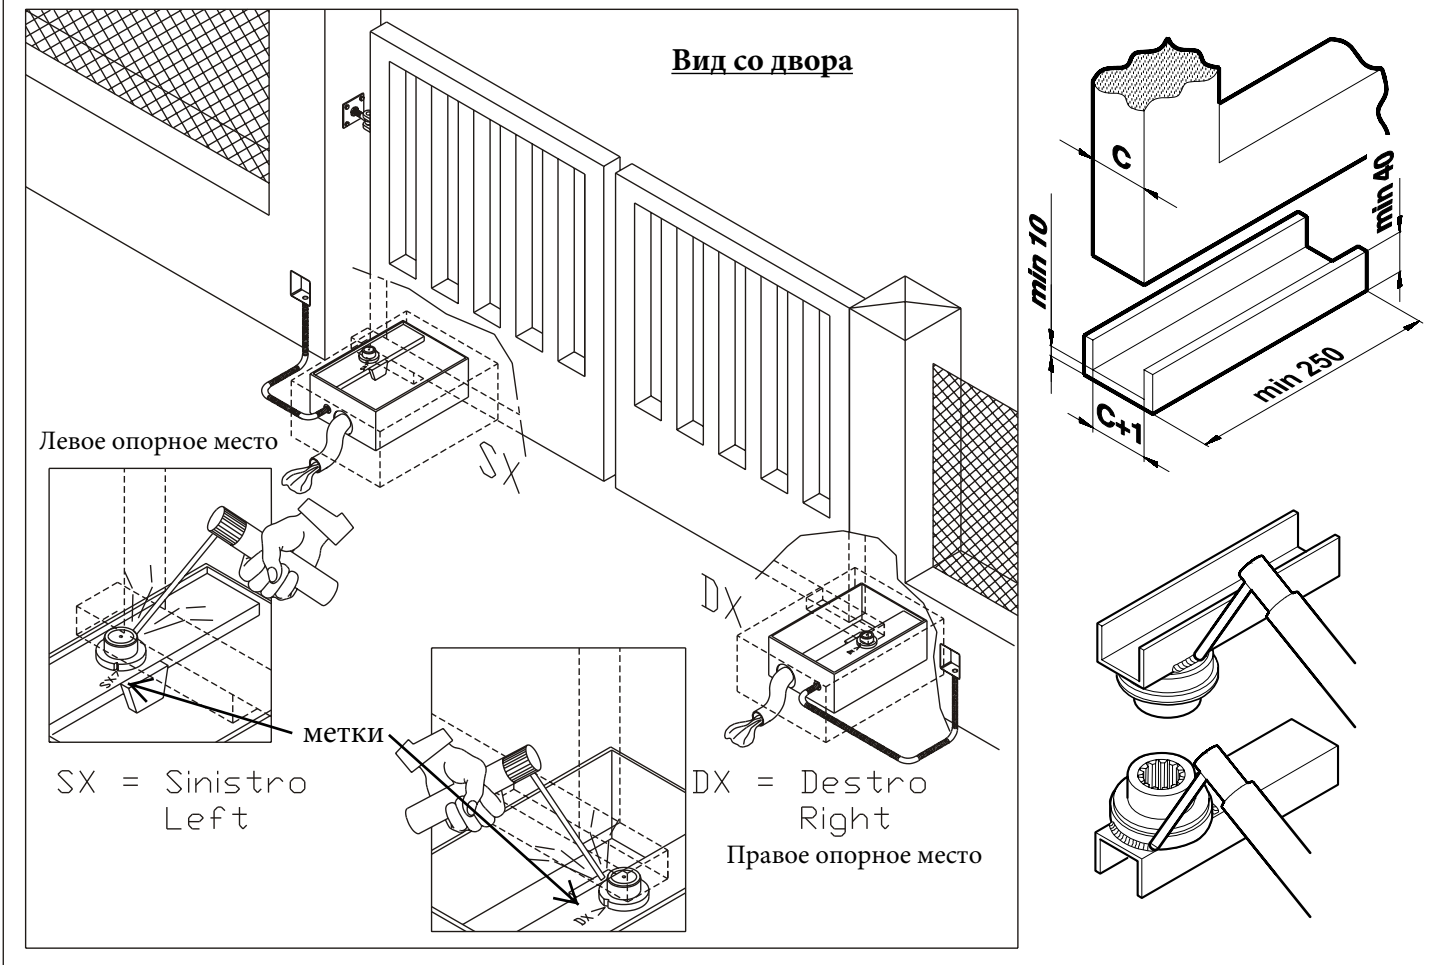
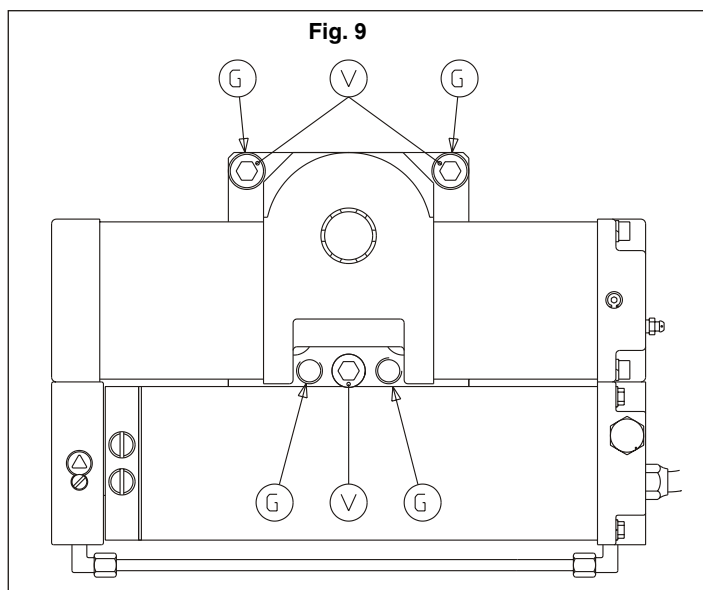

Fig. 9
Fig. 10
- Удалите четыре M12 (fig.9-поз.G) шпунта из опорной плиты привода.
- Вставьте три болта M12 x 70 (fig.9-поз.V). - Вставьте привод в корпус. Равномерно вворачивая каждый из трех M12 (рис. 10) винтов, добейтесь положения пока вал привода не войдет во втулку корпуса. Привод должен быть в верхней позиции. Клин захвата гнезда (fig.10-поз.C) войдет в тело гнезда привода, таким образом становясь неотъемлемой частью блока. Подключите привод и проверьте все.